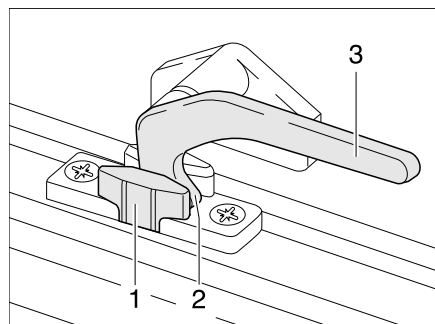

Bild 51 Verriegelungshebel in Stellung "Dauerbelüftung"
- in Stellung "Dauerbelüftung" (Bild 51)
- Den Verriegelungshebel (Bild 51,3) eine viertel Umdrehung zur Fenstermitte hin drehen.
- Den Verriegelungshebel wieder zurückdrehen. Die Verriegelungsnase (Bild 51,2) dabei in die Aussparung der Fensterverriegelung (Bild 51,1) einfahren.